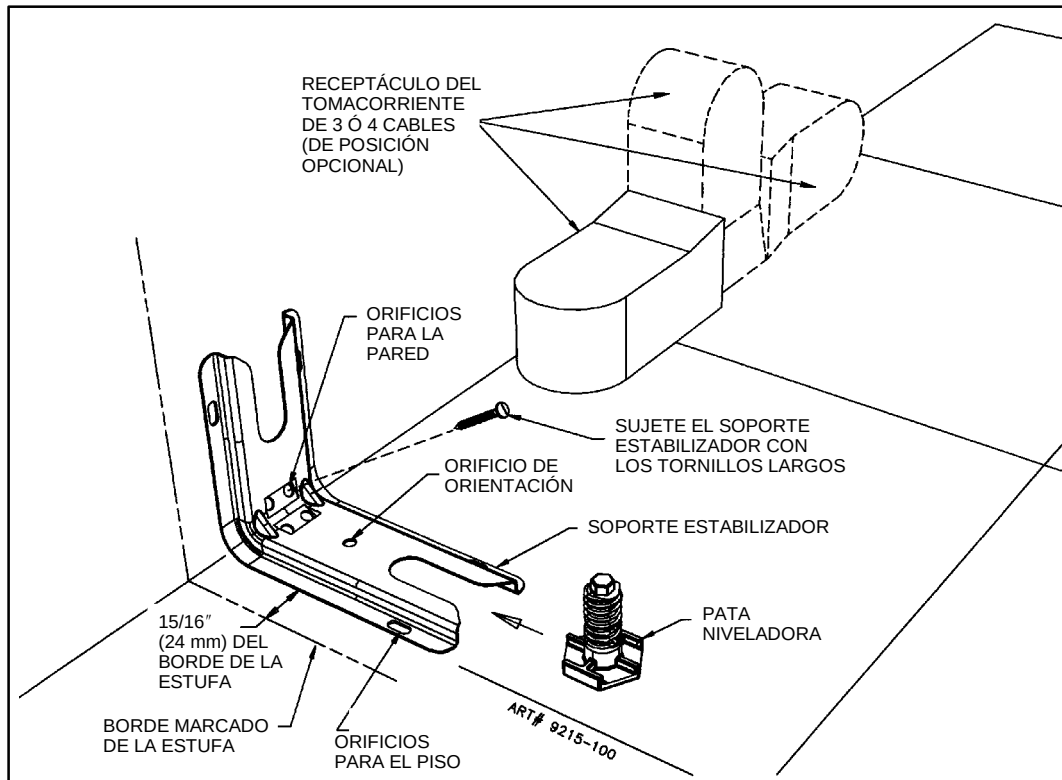

FIGURA 4
Ubicación del soporte estabilizador (Vea la Figura 4)
Si el receptáculo del tomacorriente tiene que montarse según se muestra en la figura 4, la estufa no se podrá empujar hacia atrás contra la pared.
- B. Coloque el soporte a 15/16" (24 mm) del "BORDE" marcado hacia el centro de la abertura y contra la pared posterior según se muestra en la figura 4, con el orificio de orientación hacia el piso.
- C. Utilice el soporte como plantilla y marque los orificios necesarios según se muestra en la figura 4 para el tipo de construcción que utilizará.